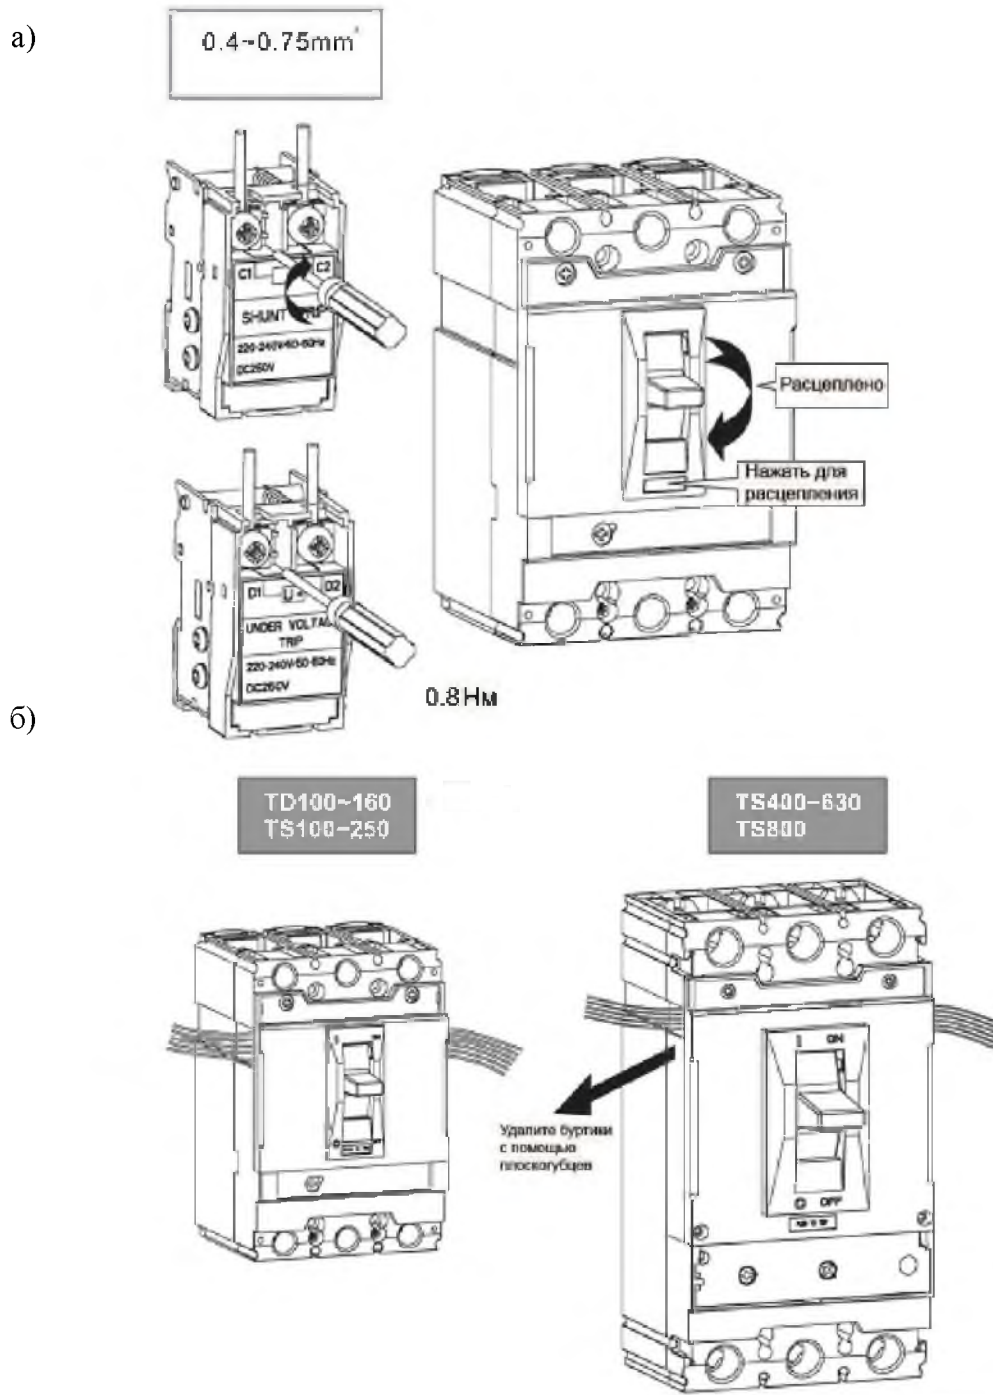

Рисунок 46. Установка независимого расцепителя и расцепителя минимального напряжения
2.1.5 Установка независимого расцепителя и расцепителя минимального напряжения (рисунок 46).
При установке расцепителей, в случае приложения слишком большого усилия, спусковой крючок расцепителя может сломаться. Расцепители устанавливаются только в левый карман выключателя, после снятия крышки. Буртики крышки, в месте вывода проводников удалить с помощью плоскогубцев (рисунок 46, б).